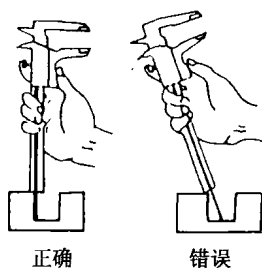

图 1-6 测量深度尺寸的方法
(4) 用游标卡尺的深度尺测量工件的深度尺寸时，要使尺身尾端端面与被测深度部位的端面对垂直接触。游标卡尺要垂直于被测深度部位放置，不得前后左右歪斜（图 1-6）。右手握住卡尺，并用大拇指拉动尺框向下移动，直至手感到深度尺与槽底接触，即可进行读数。